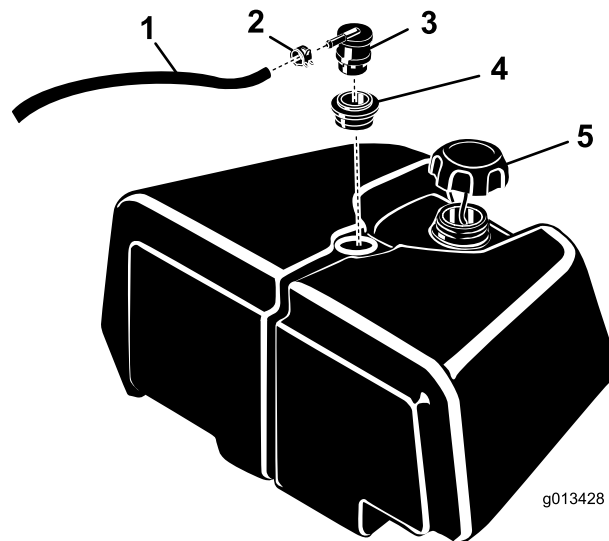

Figura 1
3. Limpie la zona alrededor de la válvula de seguridad del depósito de combustible para que no pueda caer suciedad en el depósito de combustible al retirarse la válvula y el anillo de goma (Figura 1).
4. Afloje la abrazadera que sujeta el tubo a la válvula de seguridad y desconecte el tubo de la válvula (Figura 1).
5. Retire la válvula de seguridad y el anillo de goma del depósito de combustible (Figura 1).